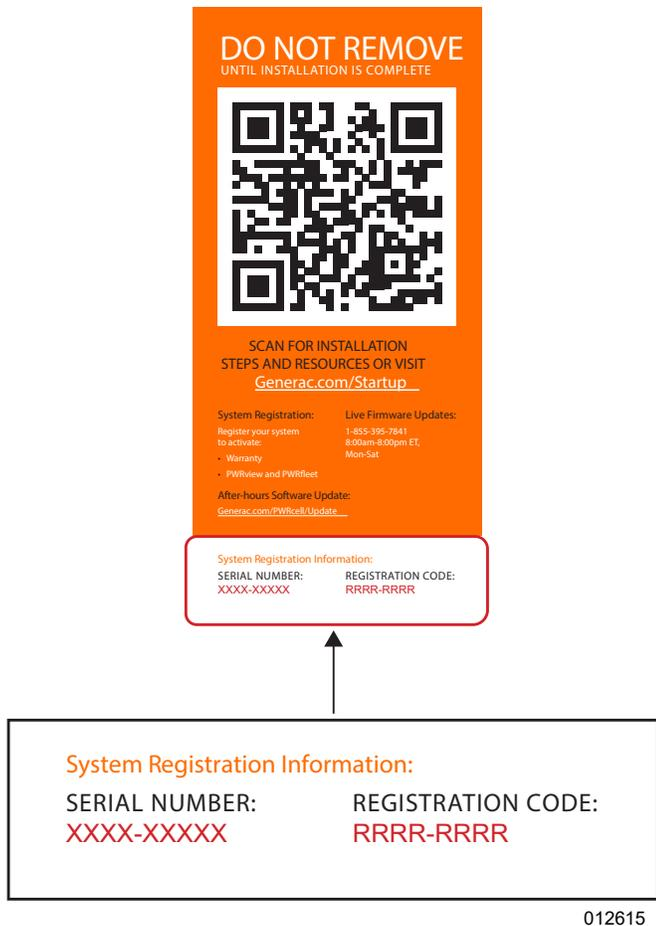

Figura 6-1. Calcomanía de registro
1. Consulte la **Figura 6-1**. Ubique el número de serie y el código de registro en la calcomanía de registro en la parte delantera del inversor. Esta información es obligatoria para el registro.